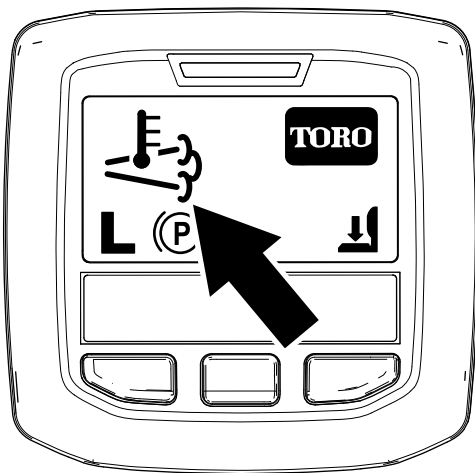

Figura 58
- Pictograma pentru temperatură ridicată de evacuare  este afiată pe InfoCenter (Figura 58).